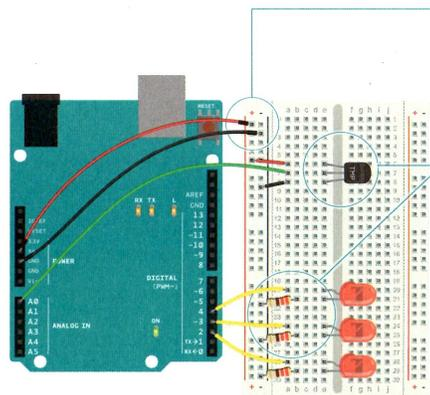

Fig. 2
- 3 Posiziona il TMP36 sulla breadboard con la parte piatta verso Arduino (l'ordine dei piedini è importante!) come mostrato in Fig. 2. Collega il piedino di sinistra della parte piatta all'alimentazione e il piedino destro a massa. Collega il piedino centrale al piedino A0 su Arduino. Questo è il piedino di ingresso analogico 0.